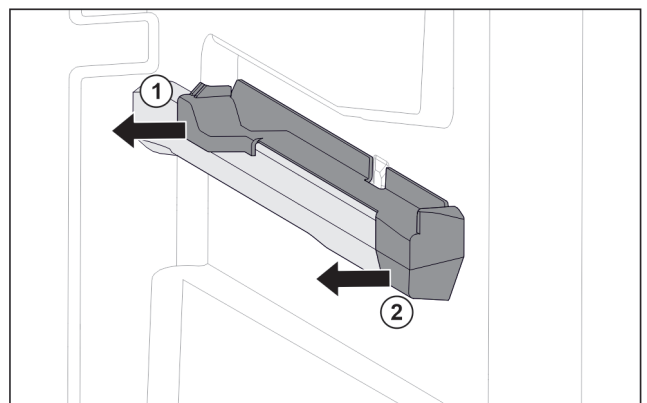

Fig. 130 Natični dio na desnom žlijebu spremnika
- ▶ Skinite natični dio straga u stranu. Fig. 130 (1)
- ▶ Skinite natični dio sprijeda u stranu. Fig. 130 (2)